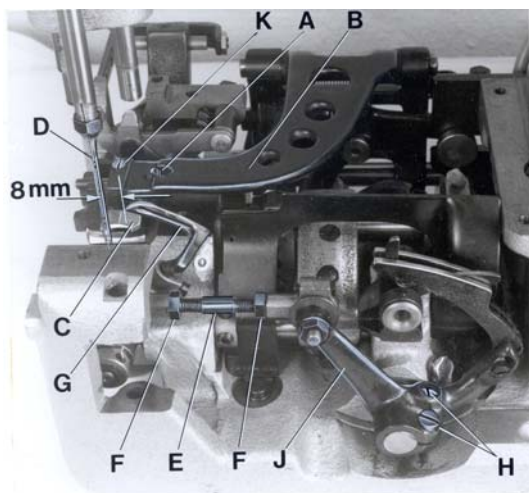
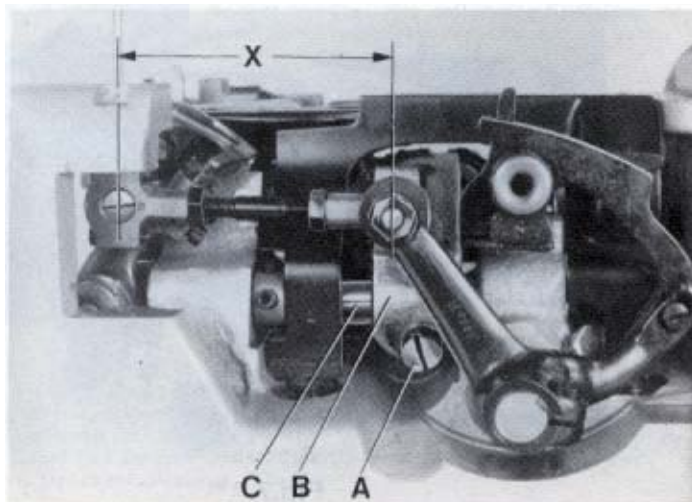
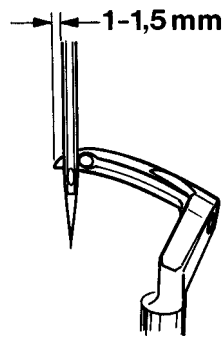
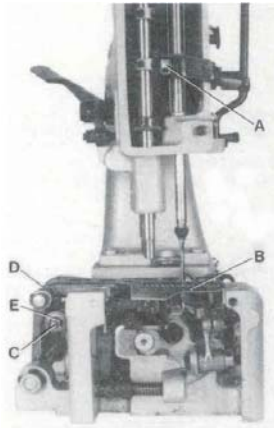

Fig. 3
Fig.4
Fig.5
Fig.6
Remove the presser foot, throat plate and feed dog and on styles 80800H and HA also the needle guard for convenient access to the machine. On styles 80800C, D and E loosen the screw (A, Fig. 3) in the feed bar (B) and push the feed bar needle guard (C) to the rear to avoid its contacting the needle (D).
For the two thread double locked stitch styles 80800C, E, H and HA, set the looper connecting rod (E) so the distance (X, Fig. 4) between the center lines of the two ball joints is 69.8 mm (2 3/4"). The dimension (X, Fig. 4) should be 68.3 mm (2 11/16) on the single thread chain stitch style 80800D. For adjustment loosen the two nuts (F, Fig. 3) and turn connecting rod (E) forward or backward as required to obtain specified dimension, retighten nuts (F).
Rotate the machine pulley in operating direction so that the looper moves from right to left. The looper point should pass as close as possible to the back of the needle without contacting 0.08 to 0.13 mm (.003 to .005") clearance. For adjustment loosen screws (A, Fig. 4) in the looper eccentric fork (B) and turn looper rocker shaft (C) on the looper rocker forward or backward as required. Retighten screw (A).
Quite el pie prensa tela, la placa de la aguja y el diente de arrastre y en las máquinas 80800H y HA también el guarda aguja para tener mejor acceso a la máquina. En los estilos 80800C, D y E suelte el tornillo (A, Fig.3) en la barra de alimentación B y mueva el guarda aguja (C) en la barra de alimentación hacia atrás para evitar que tenga contacto con la aguja (D).
Para las máquinas de dos hilos como 80800C, E, H y HA ajuste la barra del looper (E) para que la distancia (X, Fig. 4) entre los centros de las juntas tenga una distancia de 69,8 mm (2 3/4"). Esta distancia (X, Fig. 4) debería ser 68,3 mm (2 11/16) en las máquinas de un solo hilo 80800D. Para ajustarlo suelte las dos tuercas (F, Fig. 3) y gire la barra (E) hacia adelante o hacia atrás para conseguir la distancia requerida. Apriete nuevamente las tuercas (F).
Gire el volante en sentido de operación para que el looper se mueva desde la derecha hacia la izquierda. La punta del looper debería pasar muy cerca detrás de la aguja sin tocarla – distancia 0.08 a 0,13 mm (.003 a .005"). Para lograr este ajuste debería soltar el tornillo (A, Fig. 4) en la horquilla excéntrica (B) del looper y girar el eje del looper (C) hacia adelante o hacia atrás. Apriete el tornillo (A) otra vez.
Remove the face cover on machine arm. Rotate machine pulley in operating direction until the looper point, moving to the left, projects 1 to 1.5 mm (.040" to .060") left of the needle (see Fig. 5). Lower edge of looper and upper edge of needle eye must be flush in this position. If adjustment is necessary, loosen clamp screw (A, Fig. 6) in the needle bar connection and move the needle bar up or down, as required. Retighten screw (A) and remount face cover.
At highest point of feed dog travel, the feed dog (B, Fig. 6) should be set so, that the rear teeth project their full depth above the throat plate surface. For setting remove the feed dog and adjust the supporting screw (K, Fig. 3) on the top of the feed bar to the required height. Remount the feed dog, and on styles 80800H and HA also the needle guard.
On styles 80800C, D and E stud (C, Fig. 6) for changing the stitch length is accessible from the outside. On styles 80800H and HA the housing for the tape cutter and the rear cloth plate have to be removed for changing the stitch length.
The length of the stitch can be adjusted by raising or lowering the stud (C, Fig. 6) in the segment slot of the feed rocker (D). Lowering stud (C) will lengthen the stitch. After loosening nut (E), stud (C) can be moved accordingly. When the desired stitch length is obtained, retighten nut (E).
The needle guard (C, Fig. 3) has to be set so, that it just contacts the needle at its most forward point of travel, without deflecting it.
On styles 80800C, D and E loosen screw (A, Fig. 3) in the feed bar (B) and adjust the needle guard (C) accordingly. Retighten screw (A).
Remueva la tapa frontal en el brazo de la maquina. Gire el volante de la maquina en sentido de operación hasta que la punta del looper pase 1 a 1,5 mm (.040" a .060") la aguja (vea Fig. 5). En esta posición el borde inferior del looper tiene que encontrarse en el limite superior del ojo de la aguja. Si se requiere ajuste, suelte el tornillo (A, Fig. 6) en la conexión de la barra de la aguja y mueva la barra hacia arriba o hacia abajo como requerido. Apriete el tornillo (A) y ponga la tapa frontal otra vez.
En el punto mas alto del recorrido del alimentador, los dientes del alimentador (B, Fig. 6) deberían sobrepasar la placa de la aguja por la altura completa de los dientes. Para lograr este ajuste remueva el alimentador y ajuste el tornillo de soporte (K, Fig. 3) en la parte superior de la barra de la alimentación a la altura requerida. Monte el alimentador otra vez y en los estilos 80800H y HA también el guarda aguja.
En los estilos 80800C, D y E el perno (C Fig. 6) para cambiar el largo de la puntada se accesa desde afuera. En los estilos 80800H y HA se deben remover la chumacera para el cortador de cinta y la plancha de costura trasera para cambiar el largo de la puntada. Remueva la tapa trasera.
El largo de la puntada se ajusta moviendo el perno (C, Fig. 6) en la ranura del eje oscilante (D). Bajando el perno (C) pone la puntada mas larga y subiéndolo la pone mas corta. Después de aflojar la tuerca (E), el perno (C) se deja mover. Cuando se logra el largo de la puntada deseado, hay que apretar la tuerca (E) otra vez .
Hay que ajustar el guarda aguja (C, Fig. 3) para que toque en su movimiento hacia delante la aguja pero no la desvíe.
En los estilos 80800C, D y E suelte el tornillo (A, Fig. 3) en el soporte del transportador (B) y ajuste el guarda aguja (C). Apriete el tornillo (A) nuevamente.